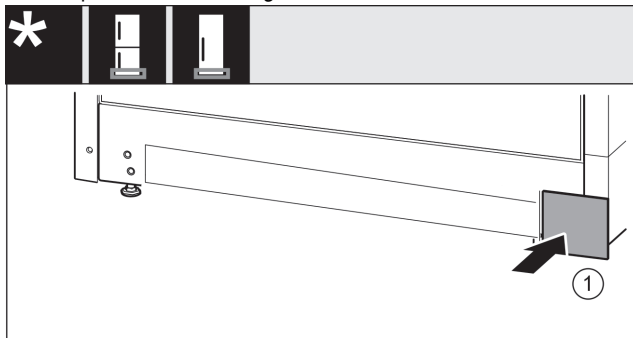

Fig. 19
- Sett på dekselet på den andre siden igjen. *Fig. 19 (1)*